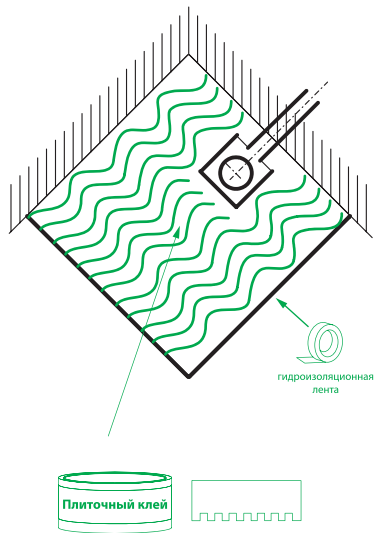

Рис. 7/7-сур.
3. Подготовьте рабочую зону: сделайте бетонную стяжку, наклейте гидроизоляционную ленту по краям ниши, шпателем выложите цементный клей по ее периметру. Рисунок 7.